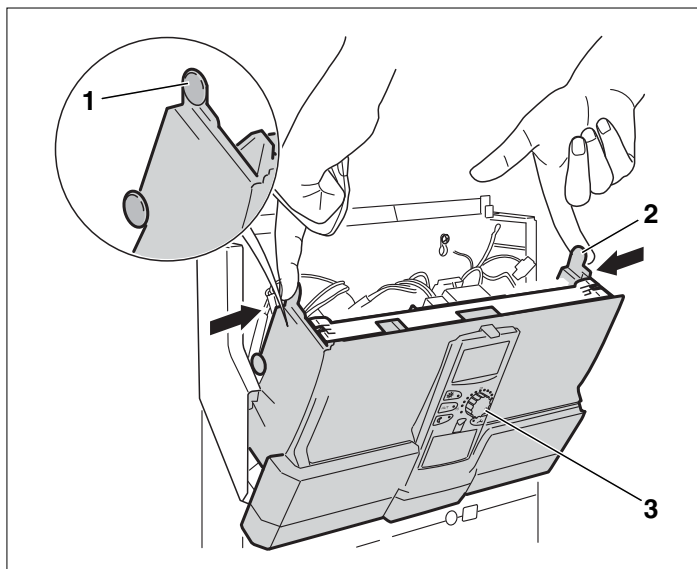

Рис. 3 Открыть переднюю крышку системы управления
- Нажмите с двух сторон на верхние выступы (Рис. 3, поз. 1 и 2).
- Откройте переднюю часть системы управления вместе с MEC 2 (Рис. 3, поз. 3).